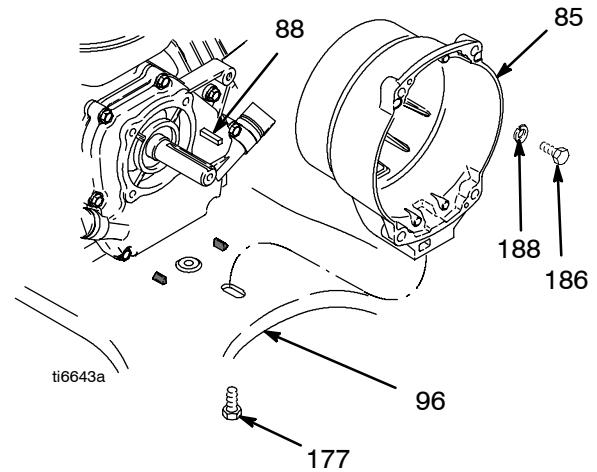

Fig. 10
1. Fig. 10. Saque los cuatro tornillos de cabeza (186) y las arandelas de seguridad (188) que sujetan el cárter del embrague (85) al motor.
2. Saque el tornillo (177) de debajo de la placa de montaje (96).
3. Extraiga el cárter del embrague (85).
1. Fig. 10. Coloque el cárter del embrague (5).
2. Instale los cuatro tornillos de cabeza (186) y las arandelas de seguridad (188) y sujete el cárter del embrague (85) al motor. Apriete a un par de 200 in-lb (22,6 N•m).
3. Instale el tornillo de cabeza (177) por debajo de la placa de montaje (96). Apriete a un par de 26 ft-lb (35,2 N•m).